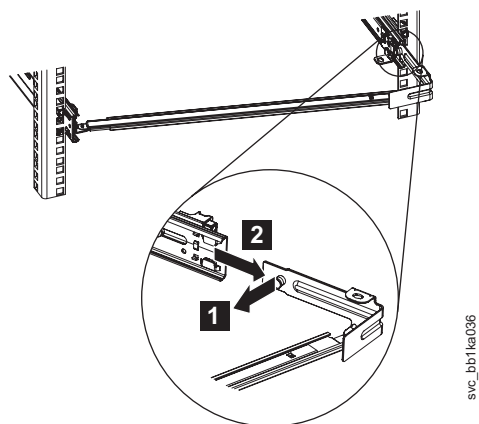

図 13. SAN ボリューム・コントローラー 2145-CF8サポート・アームの回転する方の端 (右側) の解放
7. スライド・レールの後部からサポート・アームの回転する方の端 (右側) を解放するには、右側レール上のケーブル・サポート・アーム停止ブラケットの青色ラッチを押して、ケーブル・マネジメント・アームを開き、図 13 の **1** に示すように、左側レール上でアームを旋回させてから、ブラケット **2** をスライドさせてスライド・レールから外します。